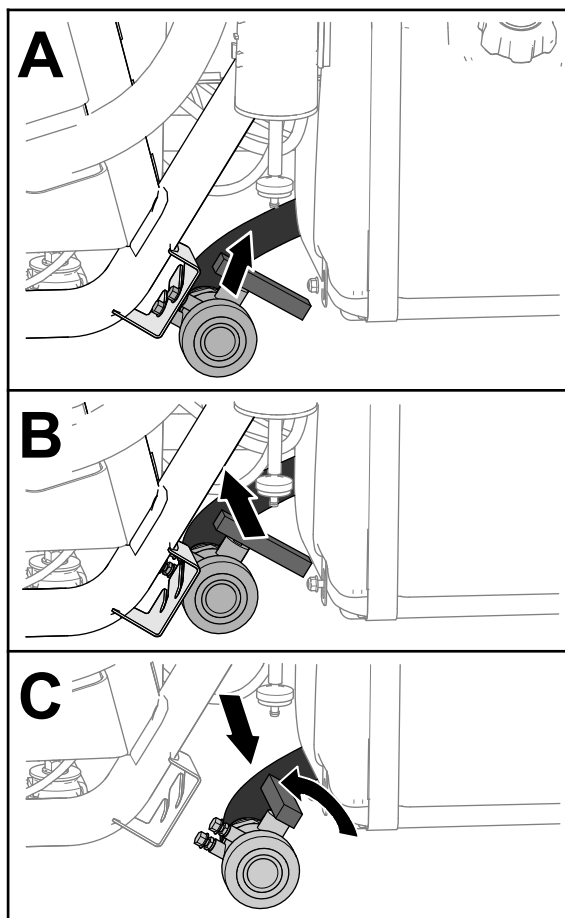

Figura 27
2. Localizați robinetul de golire a rezervorului în partea stângă a mainii, în fața rezervorului de combustibil (Figura 27).
3. Ridicați robinetul i deplasați-l în interior până când tifturile de montare ale acestuia eliberează fantele din suportul robinetului de golire i deplasați robinetul înapoi (Figura 27).
4. Aliniați capătul robinetului cu recipientul de golire i rotiți mânerul robinetului în sens invers acelor de ceasornic în poziția deschis (Figura 27).
5. Când rezervorul s-a golit complet, rotiți mânerul robinetului de golire în poziția închis i montați robinetul pe suportul său (Figura 27).